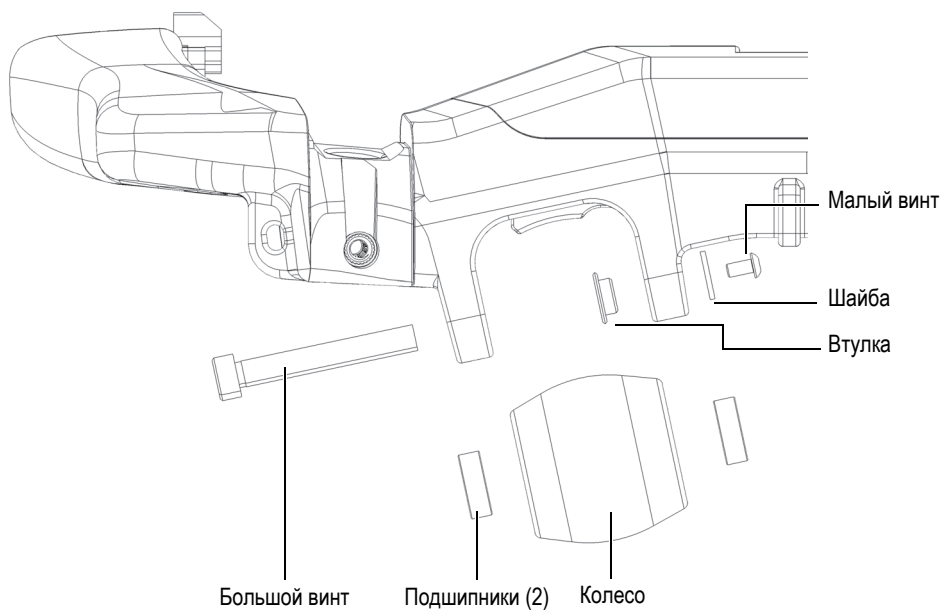

Рис. 5-2 Снятие колеса — Детали
2. Осторожно снимите колесо, стараясь не выронить втулку (Рис. 5-2 на стр 78).
3. Перед установкой нового колеса убедитесь, что подшипники правильно установлены с каждой стороны, что втулка вставлена в центральное отверстие, и что шайба находится на малом винте, как показано на Рис. 5-2 на стр 78.